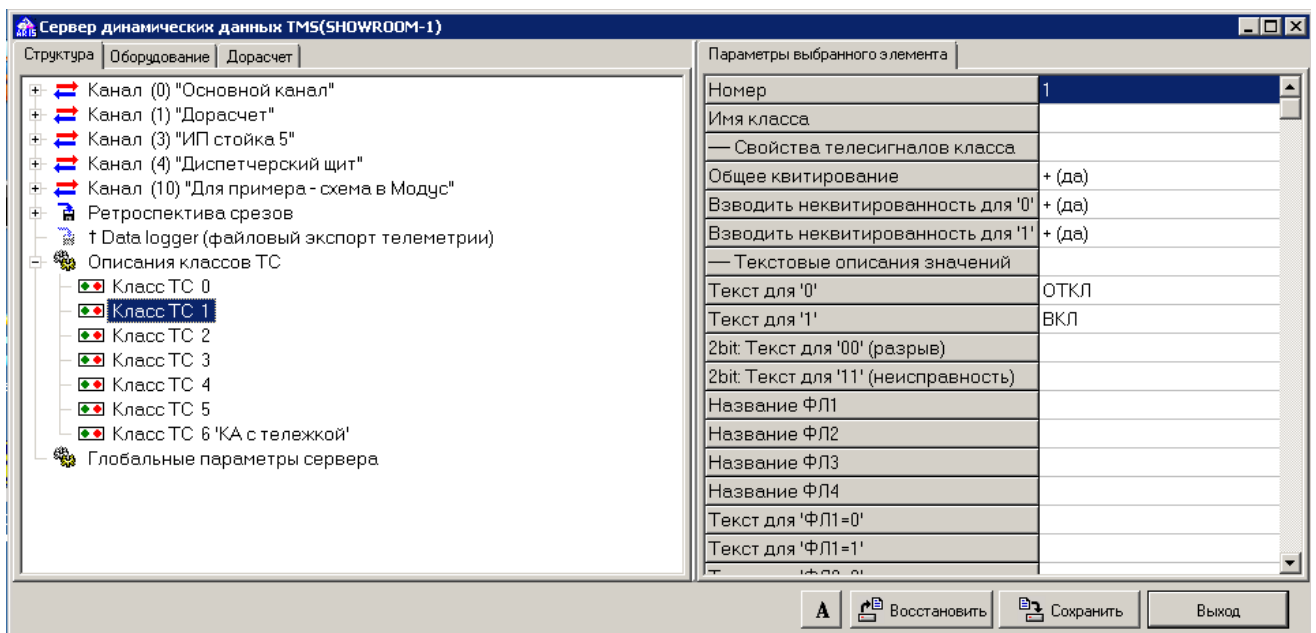

Рис. 3 Описание классов ТС
- в настройке сервера динамических данных «ОИК Диспетчер НТ» (закладка “Структура”) должны быть описаны все классы ТС, задействованные в описании шаблонов, описывающих поведение индикаторов на щите (см. Рис. 3);